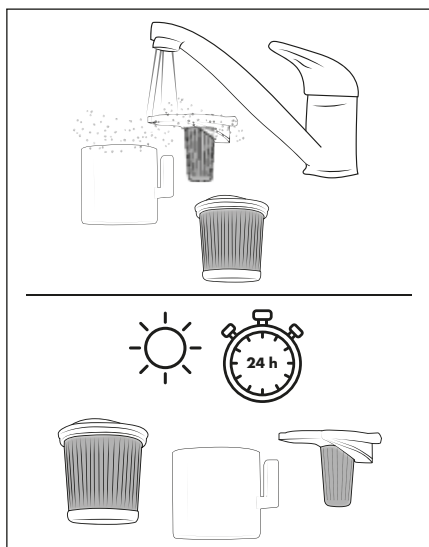

Fig. 18
- 5) Enjuague el recipiente del filtro HEPA **5**, el filtro HEPA **4** y el filtro de acero inoxidable **6** bajo agua fría o templada. Deje que el recipiente del filtro HEPA **5**, el filtro HEPA **4** y el filtro de acero inoxidable **6** se sequen completamente al aire antes de volver a montarlos en el depósito de polvo **7** (consulte la fig. 18).